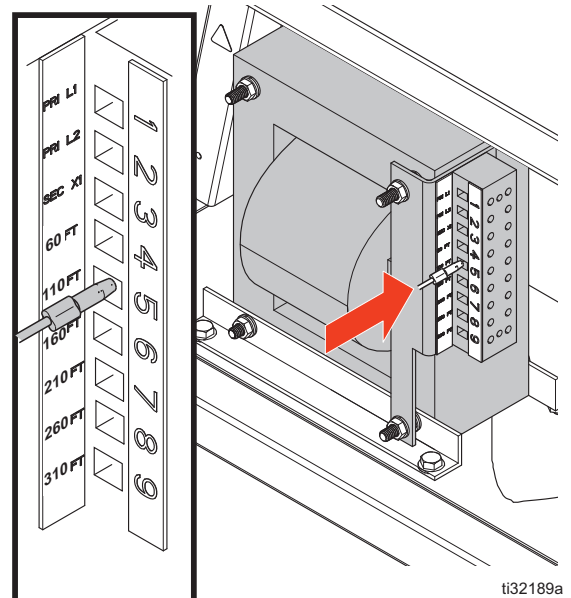

図 14: ホース変圧器の配線
3. ホース変圧器 (AC) のワイヤを、取り付けられているホースの長さにあった端子まで移動させます。ワイヤは工場で 60 ft にセットしてあります。図 14 を参照してください。